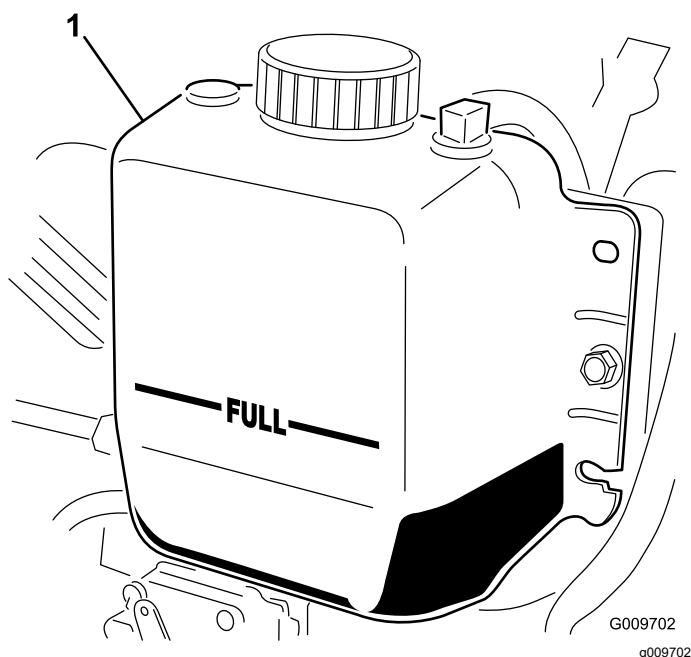

Figura 78
3. Compruebe el nivel de refrigerante del radiador. El radiador debe llenarse hasta la parte superior del cuello de llenado, y el depósito de expansión debe llenarse hasta la marca LLENO (Figura 78).